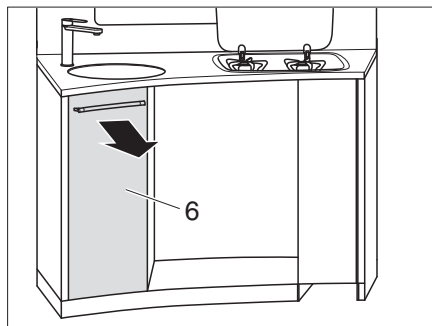

Bild 126 Hohe Küchenschublade herausnehmen
- Hohe Küchenschublade (Bild 126,6) herausnehmen.